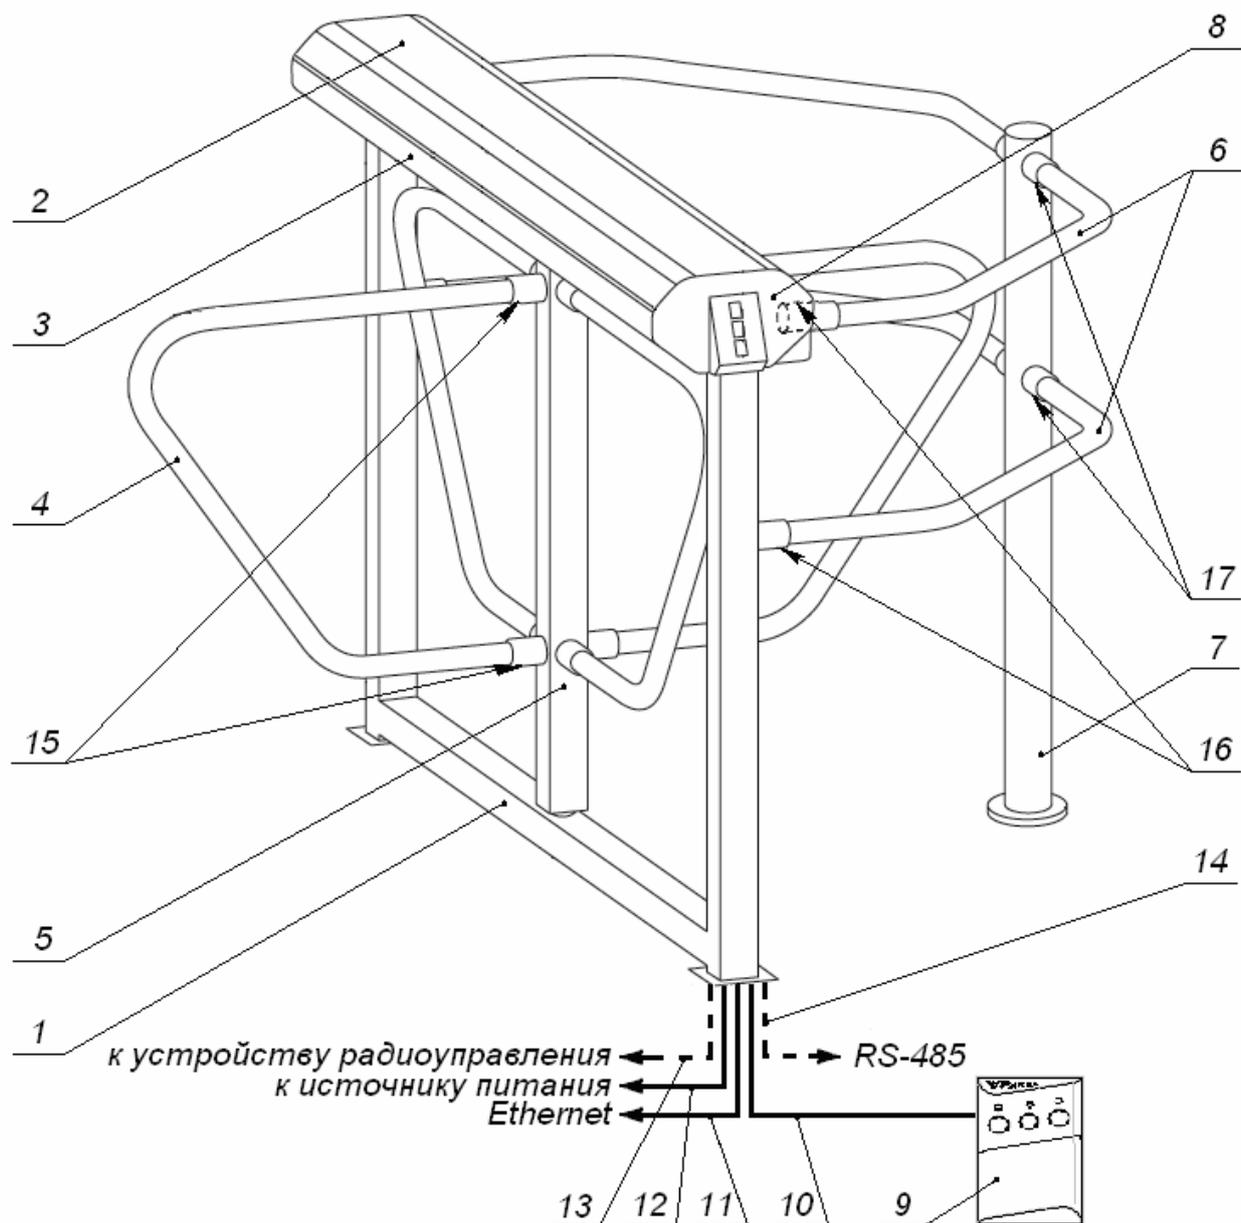
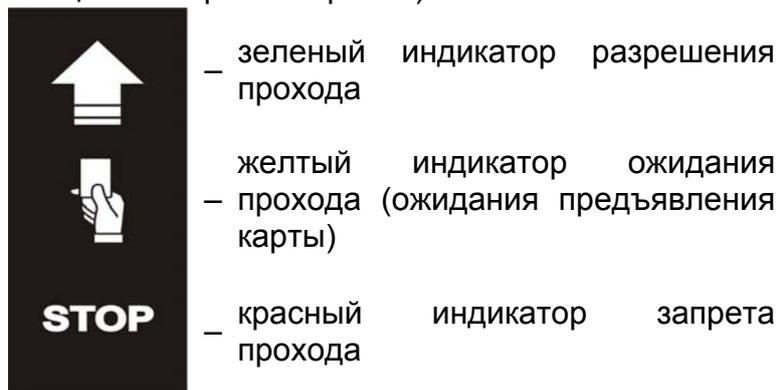
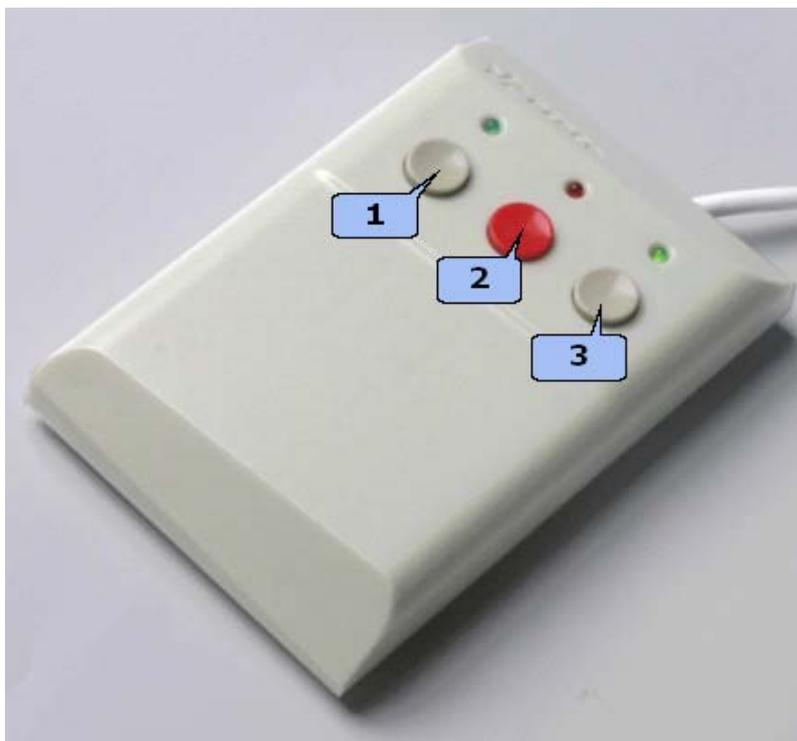

Рисунок 1. Устройство ЭП
Рисунок 2. Мнемонические индикаторы блока индикации
Рисунок 3 Пульт управления
ЭП состоит из рамы с балкой со встроенными контроллером и двумя считывателями, ротора, четырех створок и ПДУ (см. рис. 1). После каждого прохода человека через ЭП ротор со створками автоматически доворачивается до исходного положения.
Для информирования о текущем состоянии на обоих торцах ЭП расположены пластиковые крышки с блоками индикации (8), там же находится встроенный считыватель бесконтактных карт доступа. Блок индикации имеет три мнемонических индикатора (см. позицию 8 на рис. 1 и рис. 2):
К стойке подключается кабелем ПДУ (см. позиции 9-10 на рис. 1 и рис. 3), который имеет:
Для предъявления карты доступа необходимо поднести ее к зоне индикации (см. рис. 1). При предъявлении разрешенной карты доступа ЭП разблокируется, и на блоке индикации со стороны предъявления карты загорается зеленый индикатор разрешения прохода. После прохода ЭП и индикация возвращаются в исходное состояние.